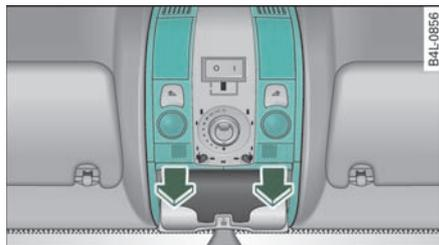

图 39 顶篷局部视图：
- 将照明单元的盖板小心地朝下拉 => 第51页, 图 39 (箭头所示)。■